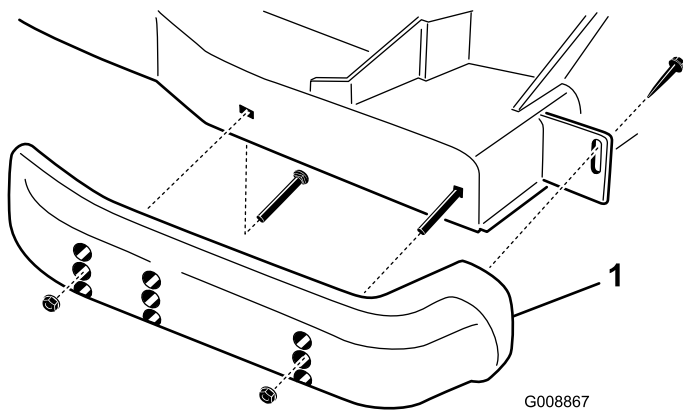

Figura 27
1. Afloje el tornillo situado en la parte delantera de cada patín (Figura 27).
2. Retire los pernos con arandela prensada y las tuercas de cada patín (Figura 27).